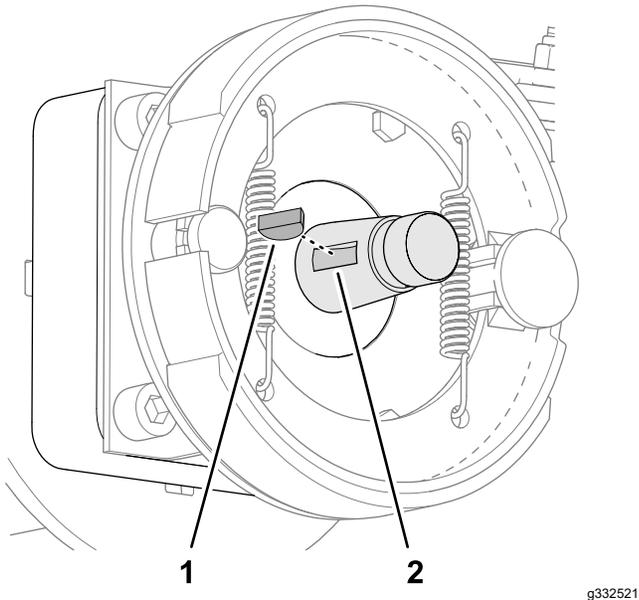

図 63
5. ホイールモータのシャフトから半月キーを外す 図 63。